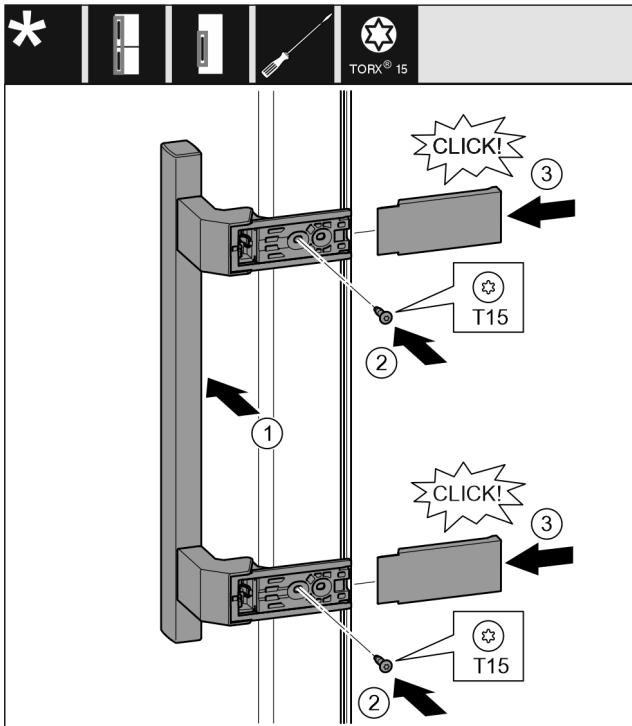

Fig. 21
- Nasadte madlo na protilehlé straně. Fig. 21 (1)
- Šroubovákem T15 pevně utáhněte šrouby. Fig. 21 (2)
- Z boku nasadte a nasuňte kryty. Fig. 21 (3)